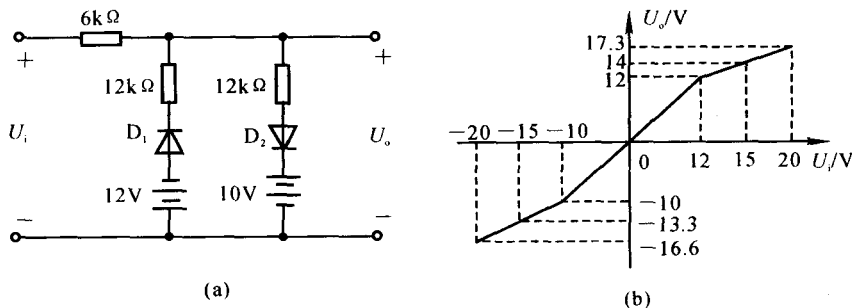

图 1.3.5
1.3.5 电路如图 1.3.5(a) 所示,设二极管压降为 0,试画出 $u_i - u_o$ 的传输特性。
传输特性如图 1.3.5(b) 所示。